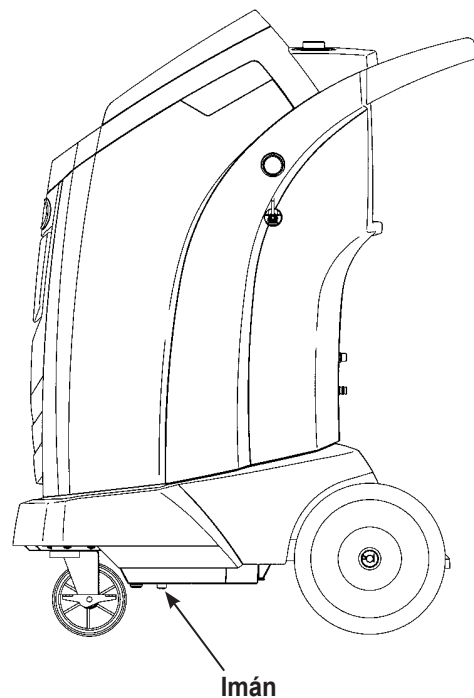

Figura 12
1. Consulte la Figura 12 y verifique que el imán de la parte inferior de la máquina esté limpio.